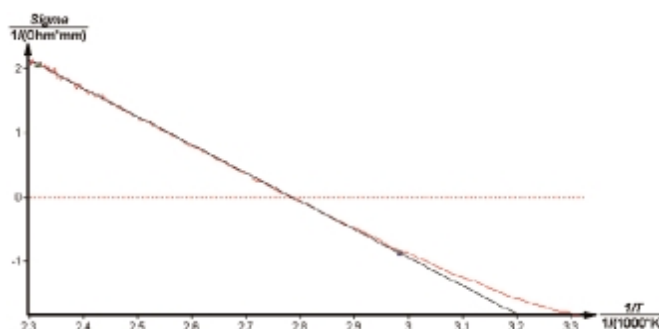

Рис. 7. Линеаризация проводимости полупроводника от обратной температуры.
2. Постройте график зависимости  $\ln \sigma = f(1000/T)$ . Выделите диапазон температур, где эта прямая является линейной (см. рис. 7). Пользуясь методом парных точек или наименьших квадратов, найдите угловой коэффициент прямой, равный  $1000 \cdot b$ , и погрешность его определения. Вместо графика зависимости  $\ln \sigma = f(1000/T)$  можно строить график  $\sigma = f(1000/T)$ , откладывая величину  $\sigma$  в «логарифмическом масштабе», как это и сделано на рис. 7. В этом случае коэффициент наклона прямой может потребовать корректировки в соответствии с величиной основания логарифма, использованного для построения логарифмической шкалы. Учтите эту поправку самостоятельно.